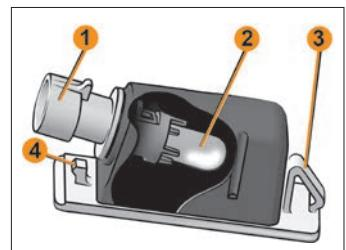

Рис. 14. Фонарь освещения номерного знака
Для замены лампы в фонаре снимите его с автомобиля. В посадочном гнезде фонарь удерживается пружинной защелкой **3** и фиксатором **4** (рис. 14).
- воздействуя с левой стороны фонаря, например, лезвием ключа выключателя зажигания, аккуратно сдвиньте его вправо и выведите фиксатор **4** из зацепления (рис. 14);
– повернув патрон **1** (рис. 14) против часовой стрелки, выньте его в сборе с лампой из корпуса фонаря и извлеките лампу **2** (рис. 14), потянув ее на себя.